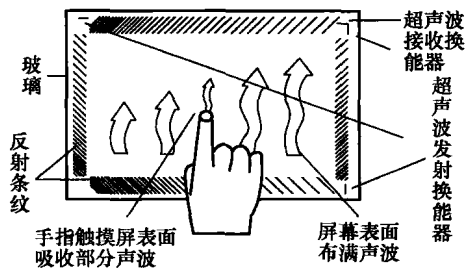

图 1-3 表面声波式触摸屏的结构与工作原理
(2) 表面声波式触摸屏 表面声波式触摸屏的结构与工作原理如图 1-3 所示。